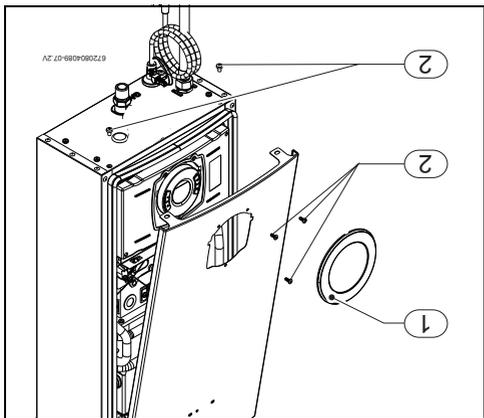

Fig. 21 Retirer le carénage
- ▶ Tirer le cache (fig. 21, [1]) légèrement vers l'avant pour le retirer de l'appareil.
- ▶ Enlever les 5 vis de sécurité du carénage (fig. 21, [2]).